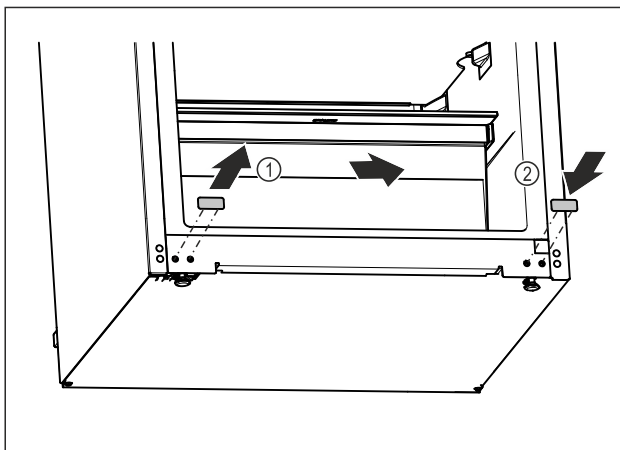

Fig. 17
- ▶ Estrarre il coperchio a tappo. Fig. 17 (1)
- ▶ Inserire il coperchio a tappo sul lato opposto. Fig. 17 (2)